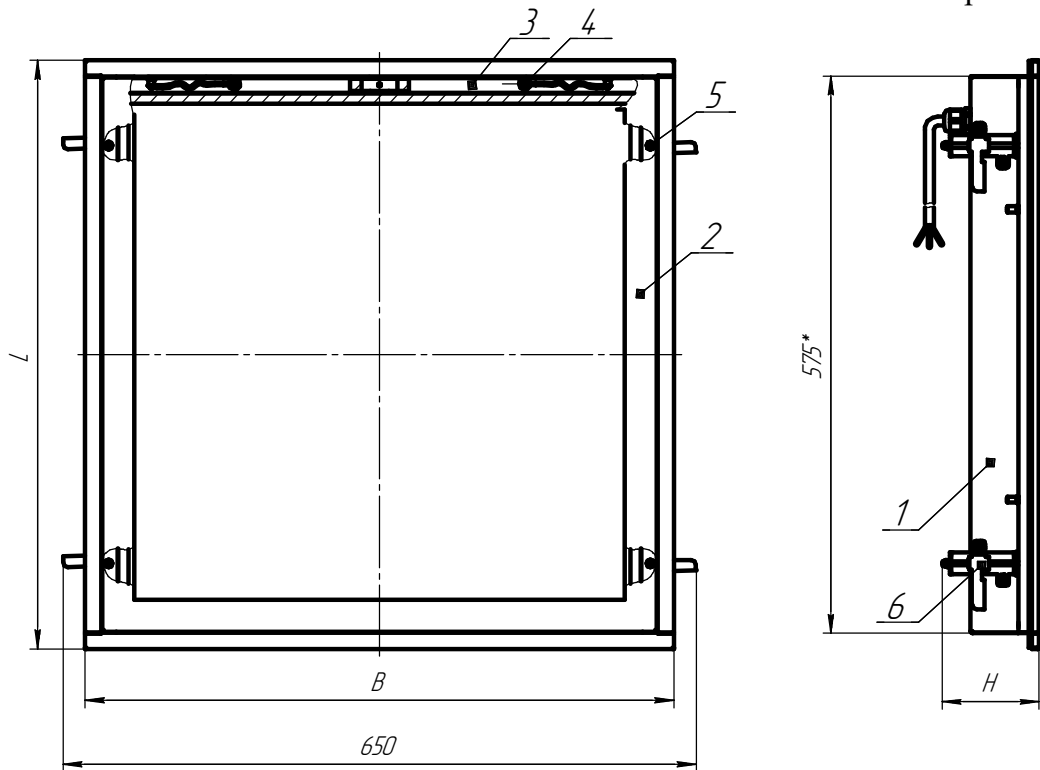

Рис.1 Общий вид светильника.
4.1 Светильник состоит: из корпуса в сборе поз.1, в котором размещена электрическая схема; обечайки декоративной поз.2, обечайки в сборе поз.3 которая закреплена на корпусе в сборе при помощи фиксирующих винтов поз.4 и подвесов поз.6 рисунок 1.
6.3. Снимите декоративную обечайку поз.2 рисунок 1
6.11. Снимите декоративную обечайку поз.2 рисунок 1